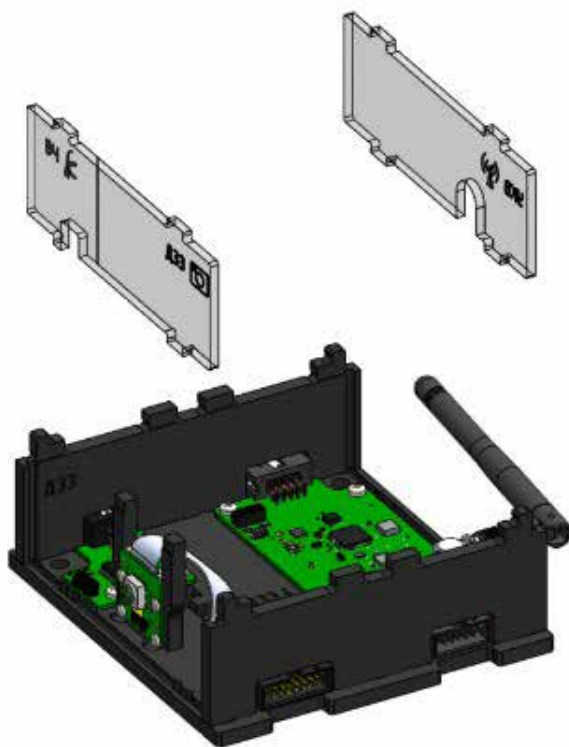

Рисунок 34. Установка прозрачных панелей
9) Закрепить две прозрачные панели на нижнем основании. Для этого панели провести по направляющим в стенках до основания и защелкнуть (рисунок 34):